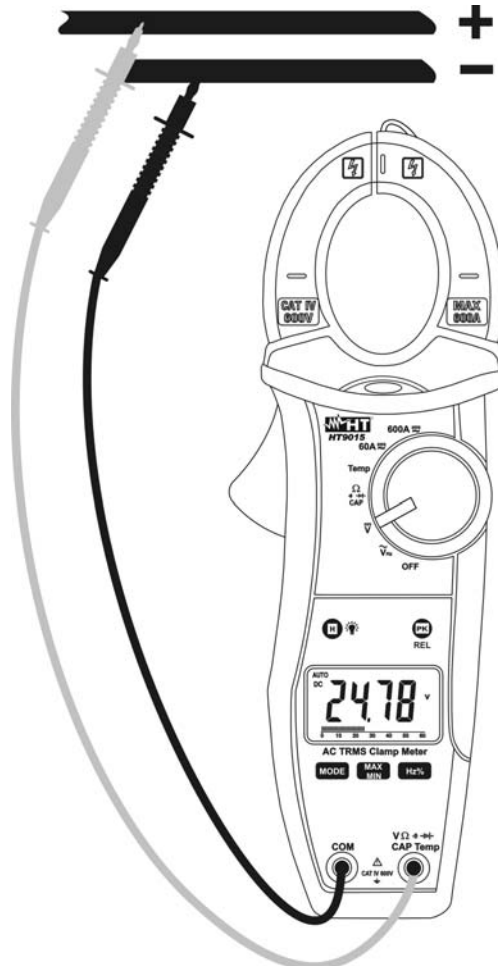

Abb. 4 DC Spannungsmessung
2. Verbinden Sie die Meßleitungen mit den Eingangsbuchsen. Die rote Messleitungsbuchse mit der  $V\Omega\text{Hz}\%Temp$  Eingangsbuchse, die schwarze Messleitungsbuchse mit der **COM** Eingangsbuchse (Abb. 4)